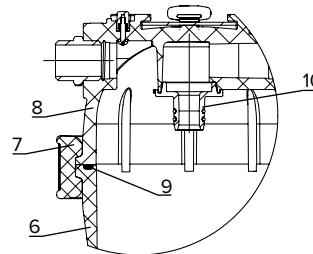

Рис. 2. Разрез по месту соединения коллектора и стакана
- Снимите водоочиститель с кронштейна (1), слейте из него излишки воды (около 3 литров); поставьте водоочиститель в подходящую емкость и, отвернув ручку (5), снимите крепежный хомут (7) с корпуса.
- Снимите коллектор (8) и отсоедините фильтрующий модуль, стянув его с центрального штуцера (10).
- Промойте водой внутренние поверхности коллектора (8), стакана (6) и резиновое кольцо (9) при замене модуля (рис. 2).